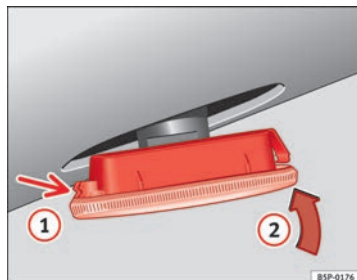

Fig. 194 Indicatori di direzioni laterali
- Prima collocare l'intermittente nel foro della carrozzeria, incastrando le linguette ⇒ fig. 194, freccia ①.
- Inserire la lampada come indicato dalla freccia ② ⇒ fig. 194. ■